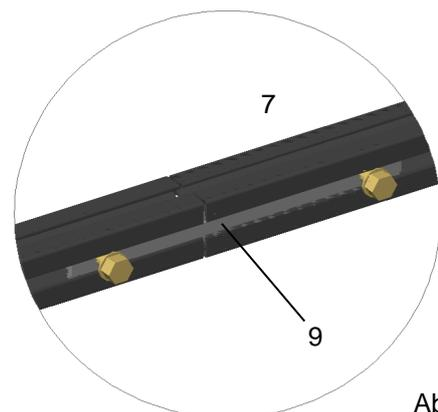

Abb.5
- Im Fall, dass mehrere Montageschienen (7) miteinander zu verbinden sind, wird das Verbindungsteil (9) in die entsprechende Führung der Schiene eingeschoben und mit 2 Schrauben fixiert (Abb.5).